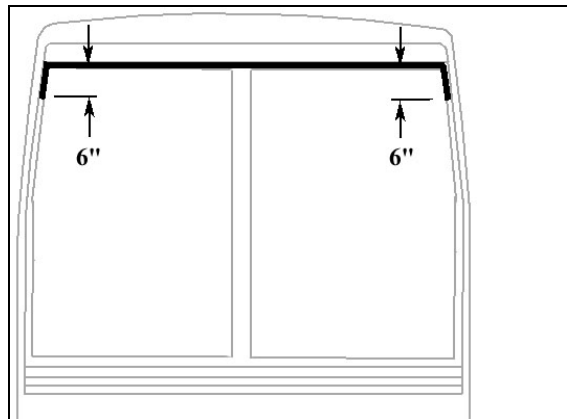

FIGURE 16 : APPLICATION DE SIKA 221 NOIR
- Appliquer du Sika 221 noir (Figure 16) entre la fibre de verre et la pièce extrudée en caoutchouc.